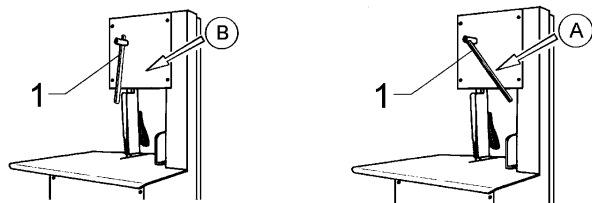

Fig. 7.6.1
7.6.1 Réglage de la tension de la lame (Fig. 7.6.1)
Avec le levier sur la position "A" (Fig. 7.6.1) la lame est tendue.
- Tendre la lame en tournant le levier et en le plaçant sur la position "A" (Fig. 7.6.1).